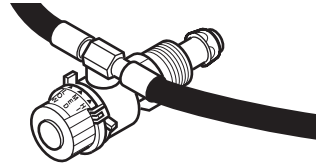

Figura 2 - Conexión de las mangueras del quemador al regulador
3. Conecte las mangueras del quemador como se muestra en la figura 2. Apriete con una llave para asegurarse que la conexión no tenga fugas.